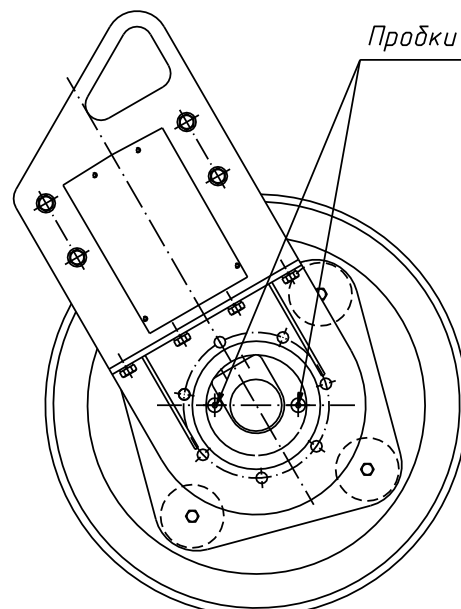

Рисунок 25
- 1 Демонтируйте пробки (смотри рисунок 25) на гидромоторах;
- 2 Последовательно заворачивайте до упора винты, находящиеся под пробками (смотри рисунок 25).